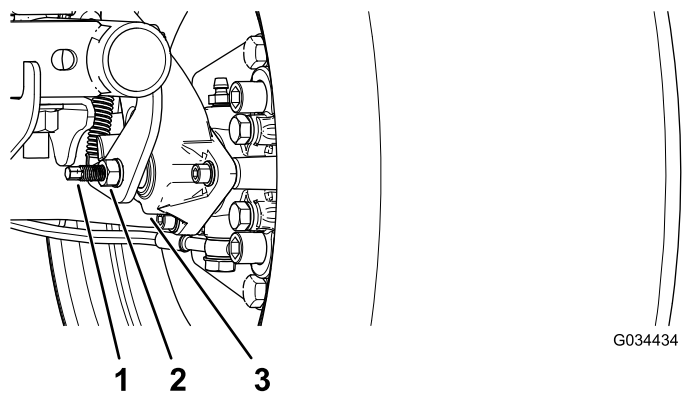

Figura 52
3. Utilizzando 2 chiavi, mantenete fermo il montante di regolazione sulla pinza con una chiave e allentate il controdado di 1/4 di giro con l'altra chiave (Figura 52).
4. Tenendo fermo il montante di regolazione e il controdado, girate il montante di regolazione per serrarlo (Figura 52).
5. Tenendo fermo il montante di regolazione e il controdado, allentate di 1/4 di giro (Figura 52).
6. Tenendo fermo il montante di regolazione e il controdado, serrate il controdado (Figura 52).